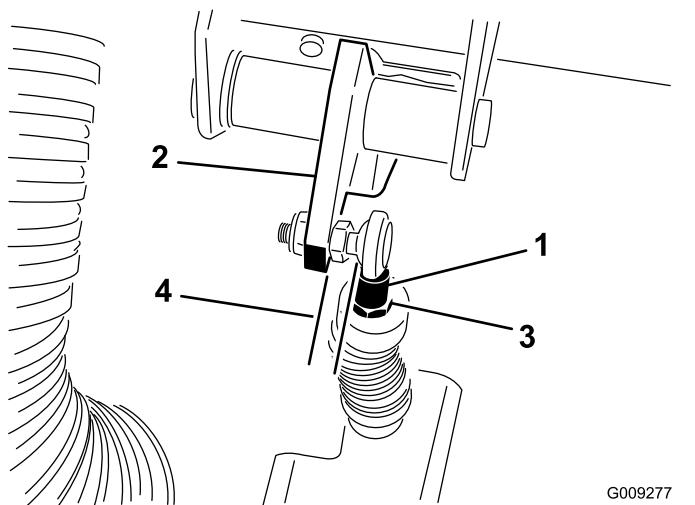

図 70
- 重要 ジャムナットを締めた後、ロッドの端部がねじれずにぴったりボールに当たり、クラッチペダルと平行になっていることを確認してください図 70。